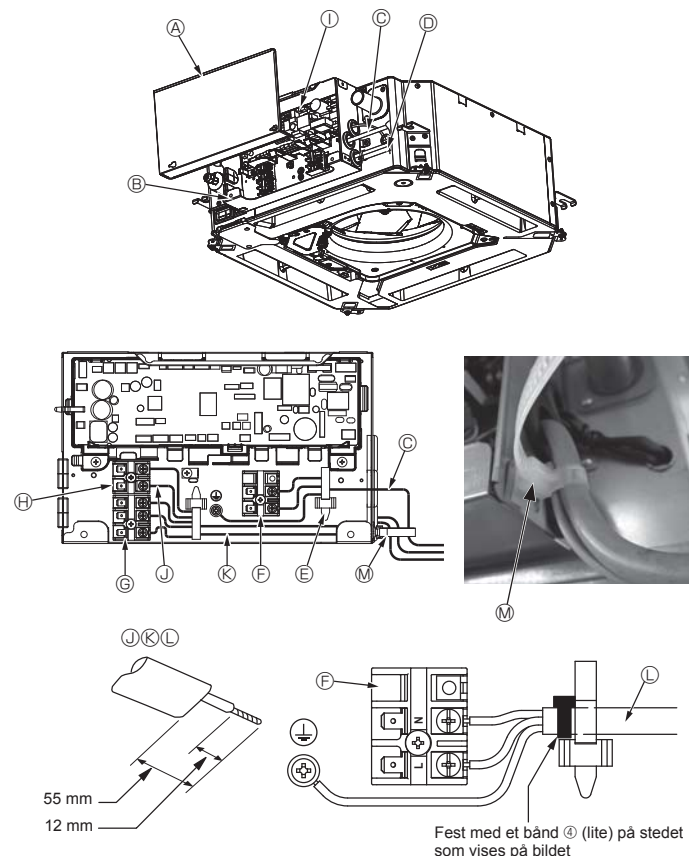
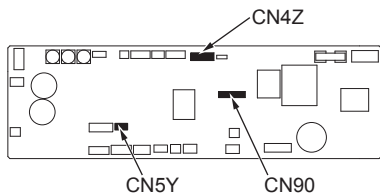
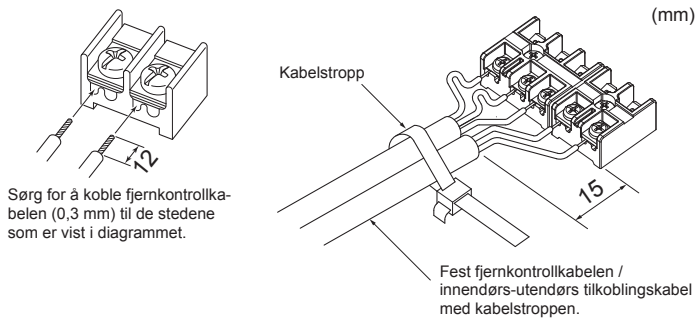

Fig. 4-1
Fig. 4-2
Fig. 4-3
4.1. Innendørsenhet (Fig. 4-1, Fig. 4-2, Fig. 4-3)